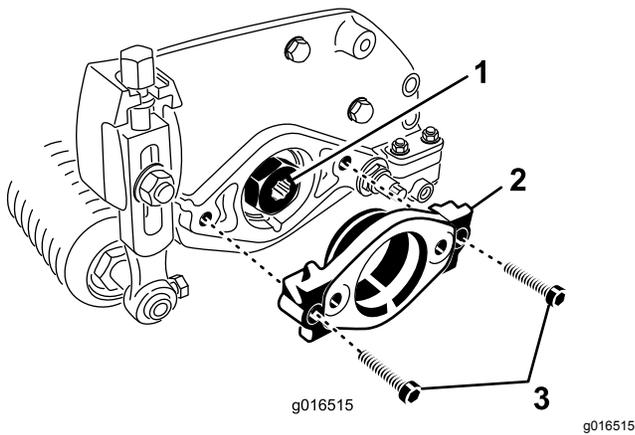

図 8
2. カッピングユニットの左側にモータマウントを固定している六角ボルト2本を外す。モータマウント取り付け部を取り外す **図 8**。
3. 駆動スプライン内側面にグリスを塗る **図 8**。
4. カッピングユニット左側で、モータマウントの Oリングに薄くオイルを塗り、先ほど取り外した六角ボルト2本を使ってモータマウントをカッピングユニットに取り付ける **図 8**。ボルトを16-20 N・m 3.7-4.6 kg・m = 12-15 ft-lbにトルク締めする。